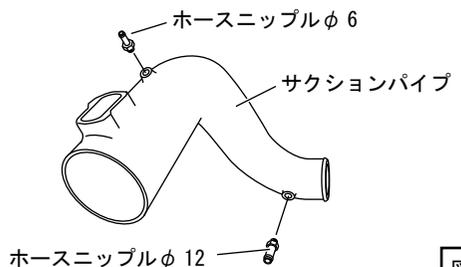

図9
(5) サクションパイプにホースニップルφ12、ホースニップルφ6を取付けてください。取付ける際は、ネジ部に市販のシールテープ等を巻くなどしてエア漏れしないようにしてください。(図9)